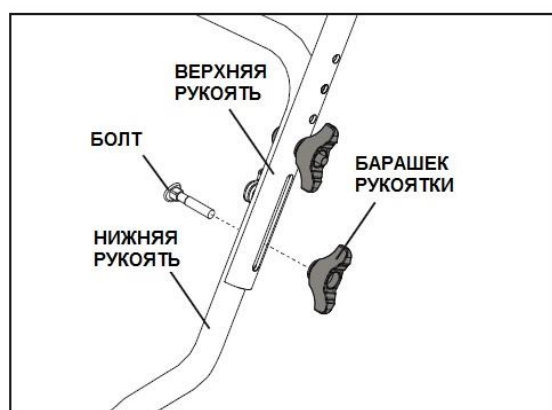

РИС. 3
4. Установите дополнительные болты с квадратными головками из комплекта запчастей, и плотно затяните барашки (рис.3).